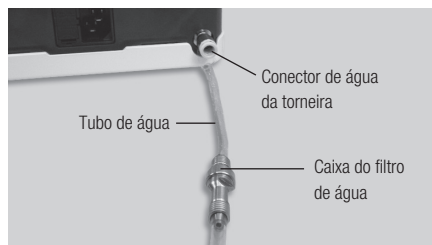

Fig. 6
- 2) Ligue o lado do filtro do Tubo de água no Conector de água da torneira da Unidade de controlo (Fig. 6).